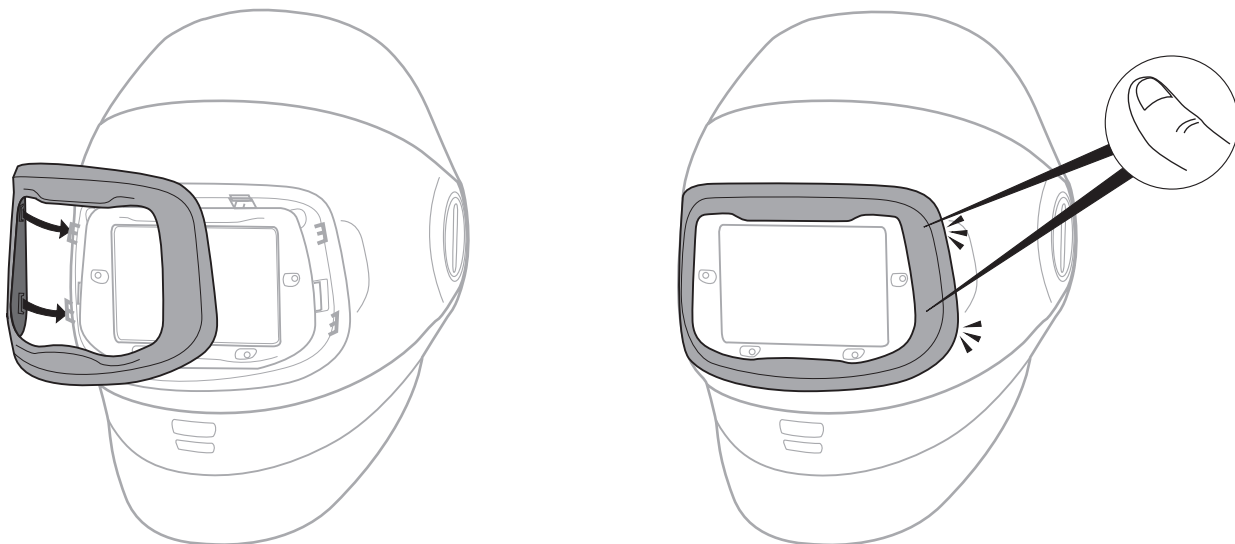

Fig. 21k
- h. Finalmente, vuelve a colocar el marco externo del filtro ADF enganchándolo a la izquierda (desde el frente de la careta para soldar) y empújalo firmemente en su lugar a la derecha, nuevamente hasta que se escuche un sonido de "clic" (Fig. 21k).